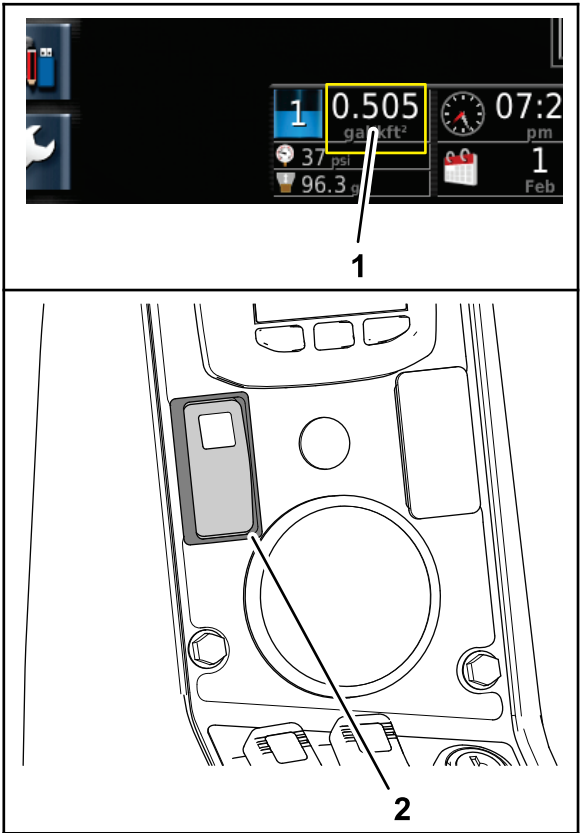

图 53
1. 调整发动机转速直到目标喷洒率显示在 X25 控制台的仪表板中并设置机器的油门锁开关图 53。